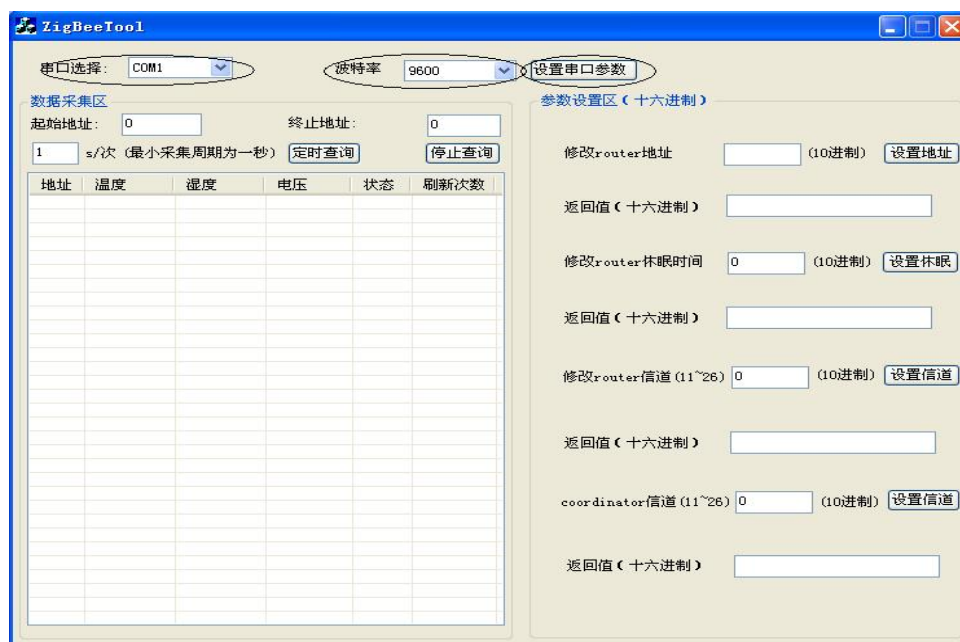

图 1 软件 ZigBeeTool 中串口和波特率的设置
- A 打开软件 ZigBeeTool，开始设置参数，如图 1 所示，将串口设置成已连到 PC 的对应串口，波特率设置成 9600，点击“设置串口参数”，显示“串口参数设置成功”，